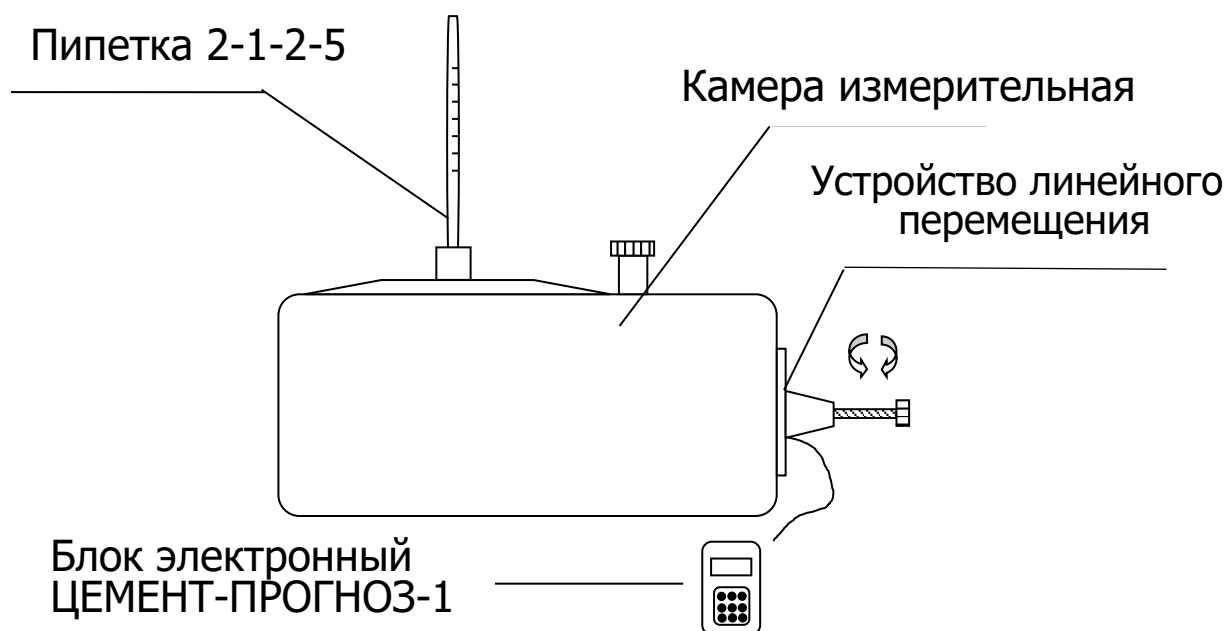

Рисунок 7.1 - Схема измерений объёмной деформации прибором модификации ЦЕМЕНТ-ПРОГНОЗ-1
7.8.1 Для модификации ЦЕМЕНТ-ПРОГНОЗ-1 заполнить камеру водой (рабочей жидкостью), герметично закрыть камеру крышкой. На боковом кронштейне камеры, соосно направляющей шпильке, установить винт, который должен находиться в крайнем (вывернутом) положении (рисунок 7.1). Удалить с крышки пробку и ввернуть в контрольное отверстие переходную втулку (Приложение Б) с установленной пипеткой 2-1-2-5 по ГОСТ 29228 с ценой деления 0,05 мл. Удалить воздух, покачивая измерительную камеру. Перевести электронный блок в режим предварительного измерения, нажав клавишу **(M)**.